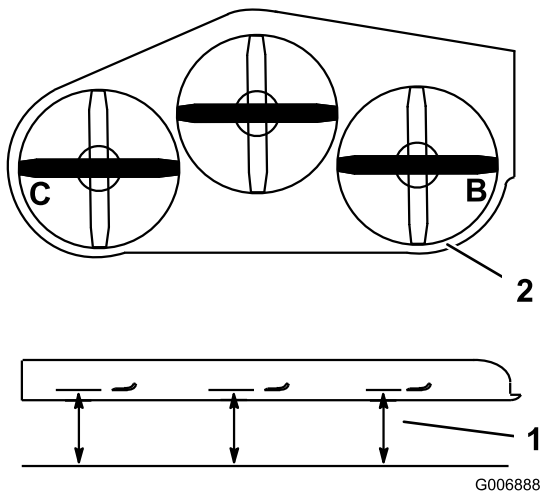

Figure 79
1. Tournez la lame **droite** latéralement (Figure 79).
2. Mesurez la distance au point **B** entre la surface plane et le tranchant de la pointe de la lame droite (Figure 79).
4. Tournez la lame gauche dans le sens transversal (Figure 79).
5. Mesurez la distance au point **C** entre la surface plane et le tranchant de la pointe de la lame gauche (Figure 79).